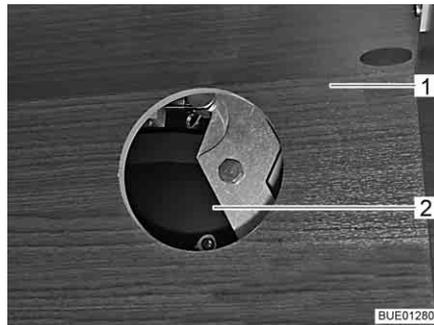

Fig. 102 Accès à l'entraînement
- Suivant le modèle, ouvrir le portillon du meuble haut (Fig. 102,1) et retirer le couvercle de l'ouverture d'accès (Fig. 102,2).